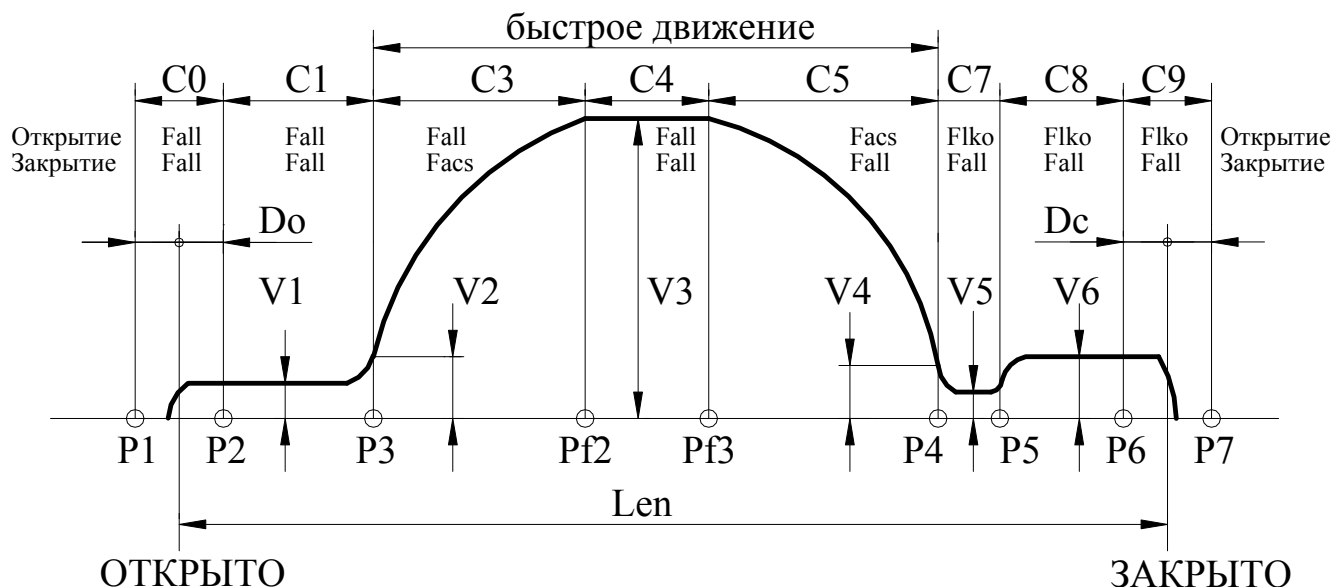

Рис.5. Траектория движения.
3.6.1. Рис.5, на котором показана траектория движения, отслеживаемая Устройством, поясняет назначение многих параметров, рассмотренных ниже. На рис.5 отображено также распределение сил на участках траектории отдельно при открытии и при закрытии (при переходе в режим удержания устанавливается соответствующая сила удержания).
- Если $Var_sl=1$, то точка препятствия запоминается и происходит замедление скорости движения при подходе к точке препятствия до $Vbar$. При отсутствии препятствия в том же месте, дальнейшее движение происходит по кривой, указанной на **рис.5**.
- 3.6.7.14. **ТР.2D** – C_vko (мм) – дополнительное смещение точки **P2** (**рис.5**) для расширения диапазона удержания сигнала ВКО.
- 3.6.7.15. **ТР.2E** – C_vkz (мм) – дополнительное смещение точки **P6** (**рис.5**) для расширения диапазона удержания сигнала ВКЗ.